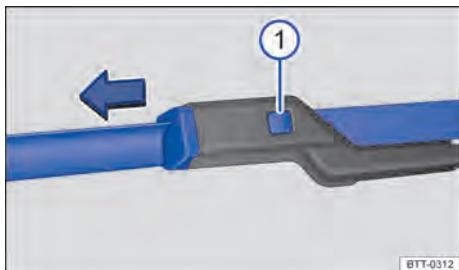

Fig. 229 Substituir as palhetas dos limpadores do para-brisa.
- Manter o botão de destravamento ⇒ Fig. 229 ① pressionado e, ao mesmo tempo, retirar a palheta dos limpadores do para-brisa no sentido da seta.